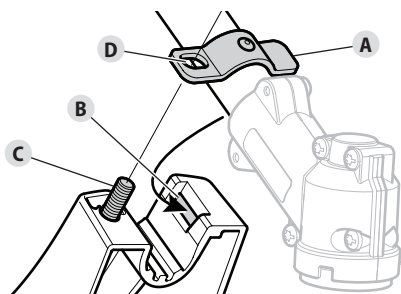

Fig. 3
2. Inserte la lengüeta corta (la que no tiene orificio) en el soporte de montaje (Fig. 3-A) dentro de la ranura del protector del cabezal de corte (Fig. 3-B).
3. Rote el protector del cabezal de corte hasta que el perno en el protector del cabezal de corte (Fig. 3-C) sobresalga a través del orificio del soporte de montaje (Fig. 3-D).